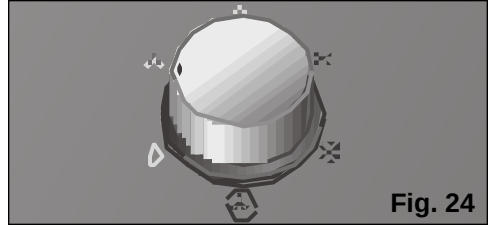

Fig. 24
- ☐ Seleccionar el modo de purificación  por medio del selector de funciones, **Fig. 24**.